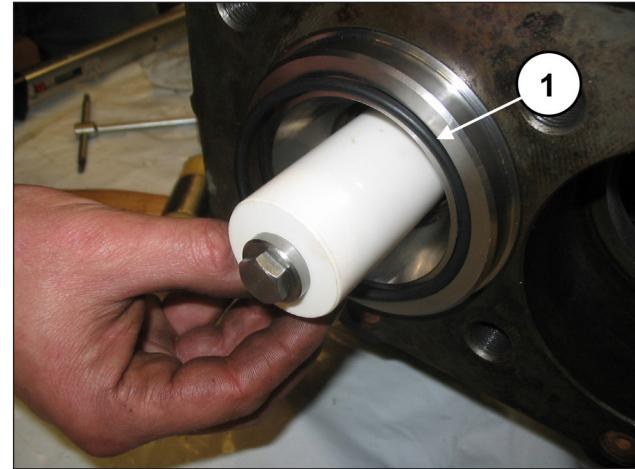
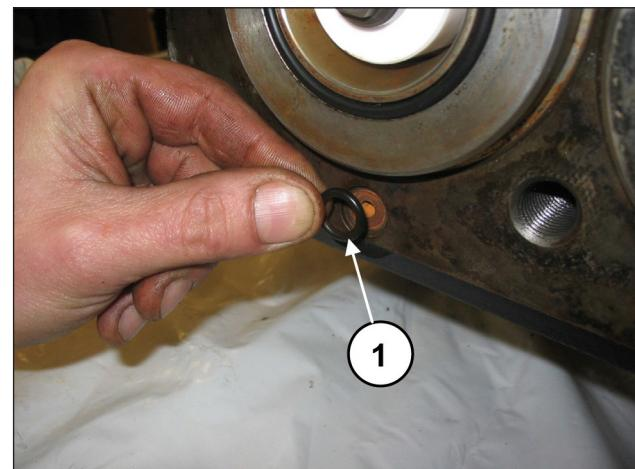

Fig. 152
Fig. 153
Montar la junta tórica frontal de la camisa (pos. ①, Fig. 152) y la junta tórica del orificio de recirculación (pos. ①, Fig. 153).